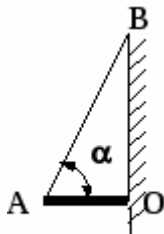

Рис. 1
1. Однородный стержень АО длиной l и массой $m = 15$ кг, расположенный горизонтально и шарнирно закреплённый в точке О, удерживается нитью АВ, образующей со стержнем угол $\alpha = 60^\circ$ (см. рис. 1). Определить величину силы реакции опоры в шарнире.